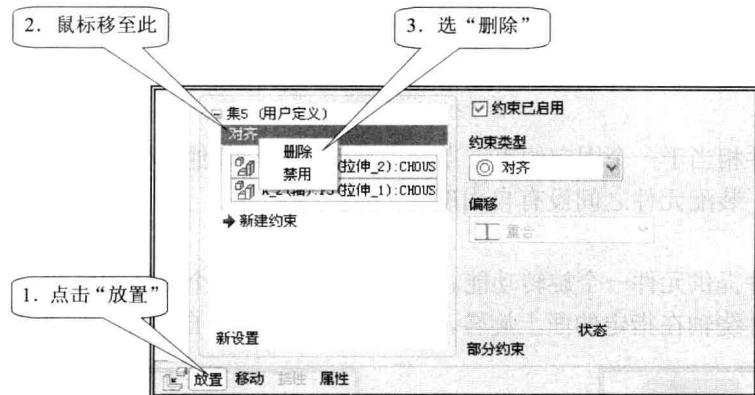

图 1-17 删除约束的操作
(3) 点击鼠标右键，在弹出的菜单上选择“删除”，此约束条件即可被删除，如图 1-17 所示。